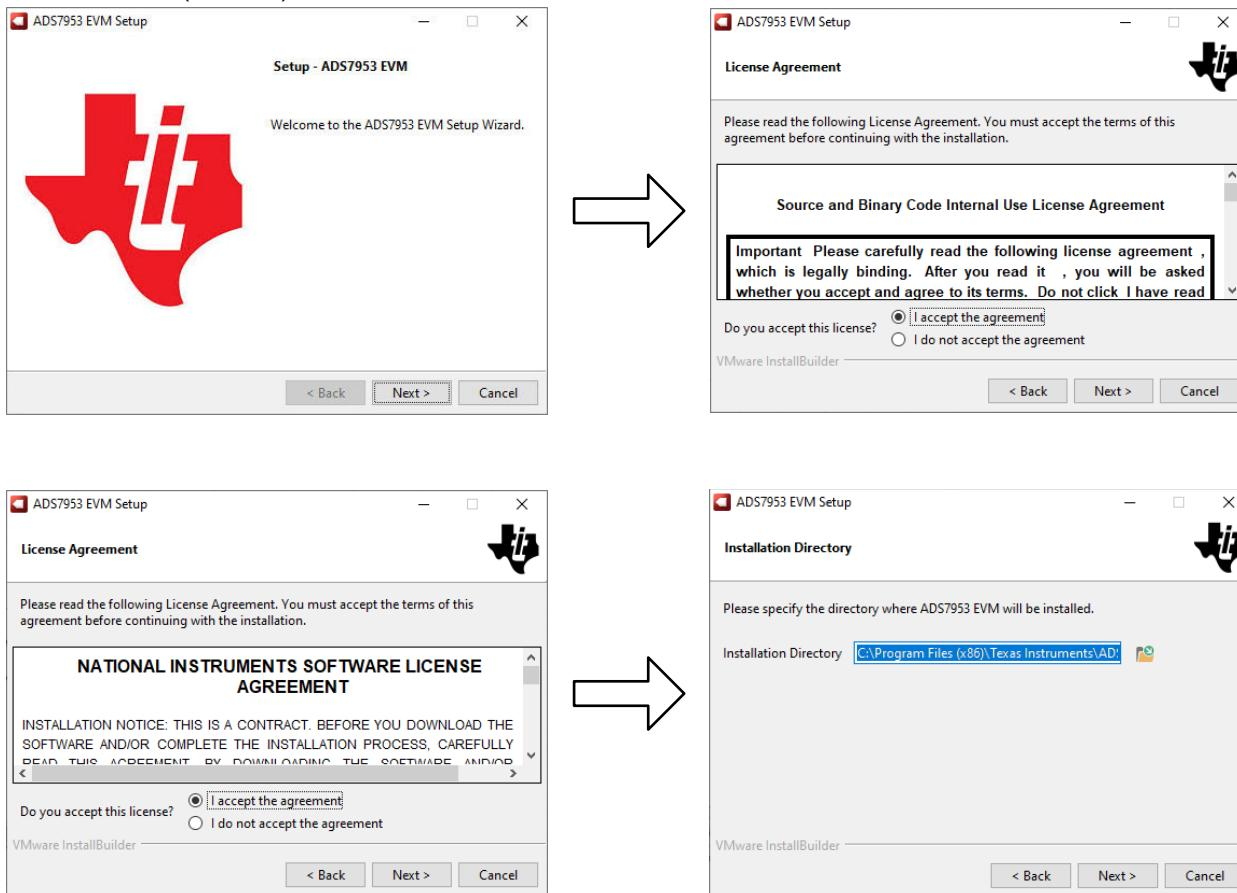

图 5-2. 软件安装提示
2. 接受许可协议（图 5-2），并按照屏幕说明进行操作，以完成安装。